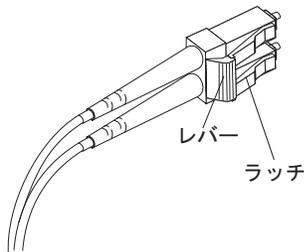

図 3-15. LC-LC ファイバー・チャネル・ケーブルのレバーおよびラッチ
1. 図 3-15 に示されているように、SFP モジュールまたはホスト・バス・アダプターに接続した LC-LC ケーブルの端のレバーを押し下げたまま、ラッチを解放します。